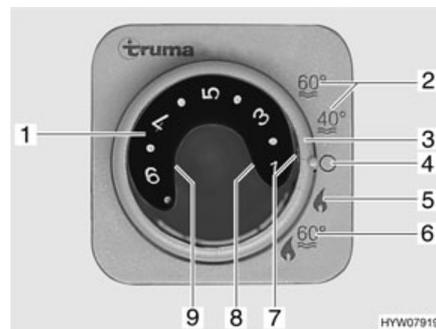

Fig. 178 Unidad de mando para la calefacción/caldera
- Ajustar el modo de funcionamiento con el interruptor giratorio (Fig. 178,3).
Según la temperatura ambiente deseada, la calefacción selecciona automáticamente la potencia de quemador necesaria. Cuando se alcanza la temperatura ambiente deseada se desconecta el quemador. El sensor de temperatura situado junto al panel mide la temperatura del ambiente. En el modo de funcionamiento "calefacción y caldera" (Fig. 178,6), se calienta también el agua de la caldera. En el modo "calefacción sin caldera" (Fig. 178,5), la calefacción puede funcionar con la caldera vacía.
- Girar el botón giratorio de temperatura (Fig. 178,1) de la unidad de mando al nivel deseado.
- Situar el interruptor giratorio (Fig. 178,3) en el modo invierno "calefacción sin caldera" (Fig. 178,5) o en modo invierno "calefacción y caldera" (Fig. 178,6).
La luz de control verde (Fig. 178,7) se enciende.
- Ajustar el interruptor giratorio (Fig. 178,3) en "O" (Fig. 178,4).
La combinación de los funcionamientos a gas y con electricidad a 230 V acorta el tiempo de calentamiento (esto solo es posible si en la unidad de mando (Fig. 178) la calefacción se encuentra ajustada en modo de invierno).